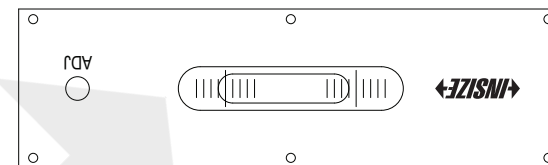

Fig.3
- c) Ruotare la livella di 180°, far scorrere (non mettere) la livella nella stessa posizione della superficie (Fig.3).